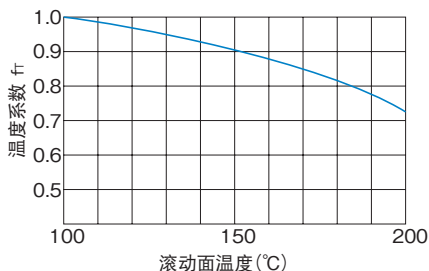

图3 温度系数 ( $f_T$ )
- $f_T$  : 温度系数 (参照A5-6图3)
如果ST型的使用环境温度超过100°C时, 就要考虑高温的不良影响, 应将基本额定载荷乘以图3中表示的温度系数。